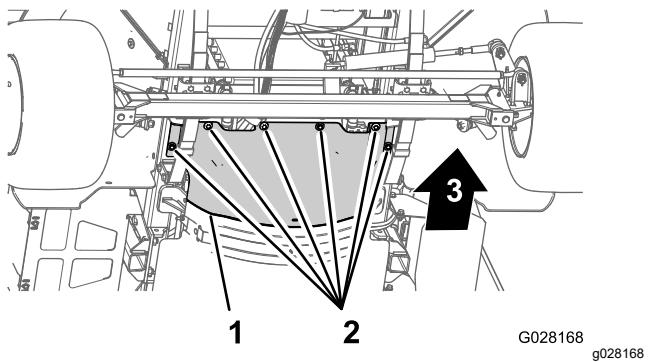

Figure 53
3. Retirez les 6 boulons à tête hexagonale et les 6 rondelles qui fixent l'écran pare-chaleur avant au châssis et déposez l'écran (Figure 53).